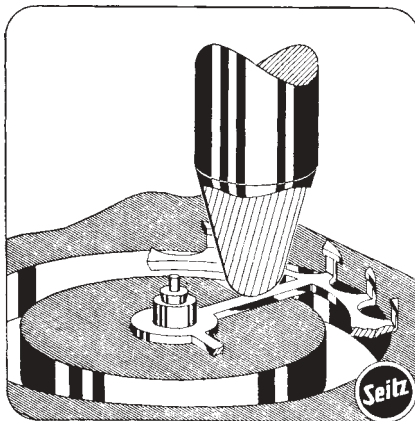

Abb. 61
e) Zylinderräder können durch leichte Schläge auf die Schenkel gerichtet werden (Abb. 61). Im Gegensatz zu den oben aufgeführten Fällen handelt es sich hier nicht darum, eine Treibwirkung des Punzens zu erzielen. Vielmehr sollen die Schenkel leicht durchgebogen werden. Als Unterlage ist ein Spezialamboss zu